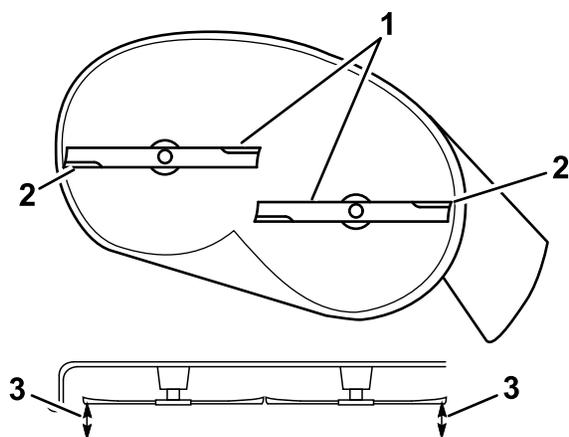

Figura 68
5. Misurate la distanza tra i taglienti esterni e la superficie piatta (Figura 68).